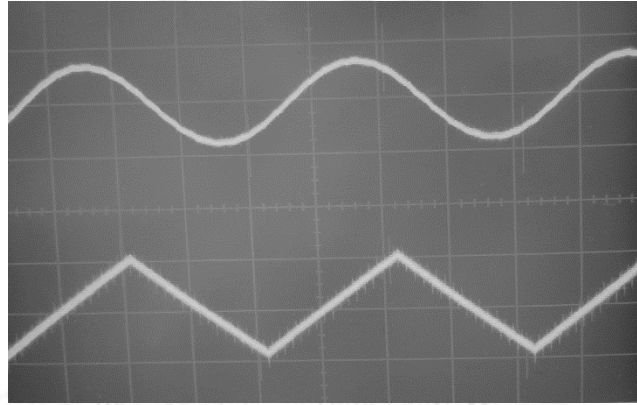

Figura 6.6 Comparación entre TP5 y TP6.
11. Nuevamente, aumentar hasta aproximadamente 600 mVpp la amplitud de la señal de la entrada del modulador delta, comparar con la figura 6.6 y explicar lo ocurrido.